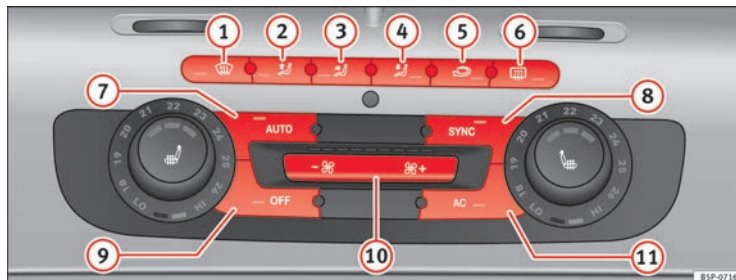

Fig. 136 Sur la planche de bord : éléments de commande du Climatronic bi-zone.
- Pour activer le mode manuel, appuyez sur l'une des touches ⇒ fig. 136 ① à ⑤, ou sur les touches de la soufflante ⑩. La fonction sélectionnée apparaîtra sur l'écran de l'autoradio ou du navigateur.
- Appuyez sur le bouton **↻** ⇒ fig. 136 ② pour activer ou désactiver le mode recyclage de l'air ambiant. Il est activé si vous voyez sur l'affichage le symbole **↻**.